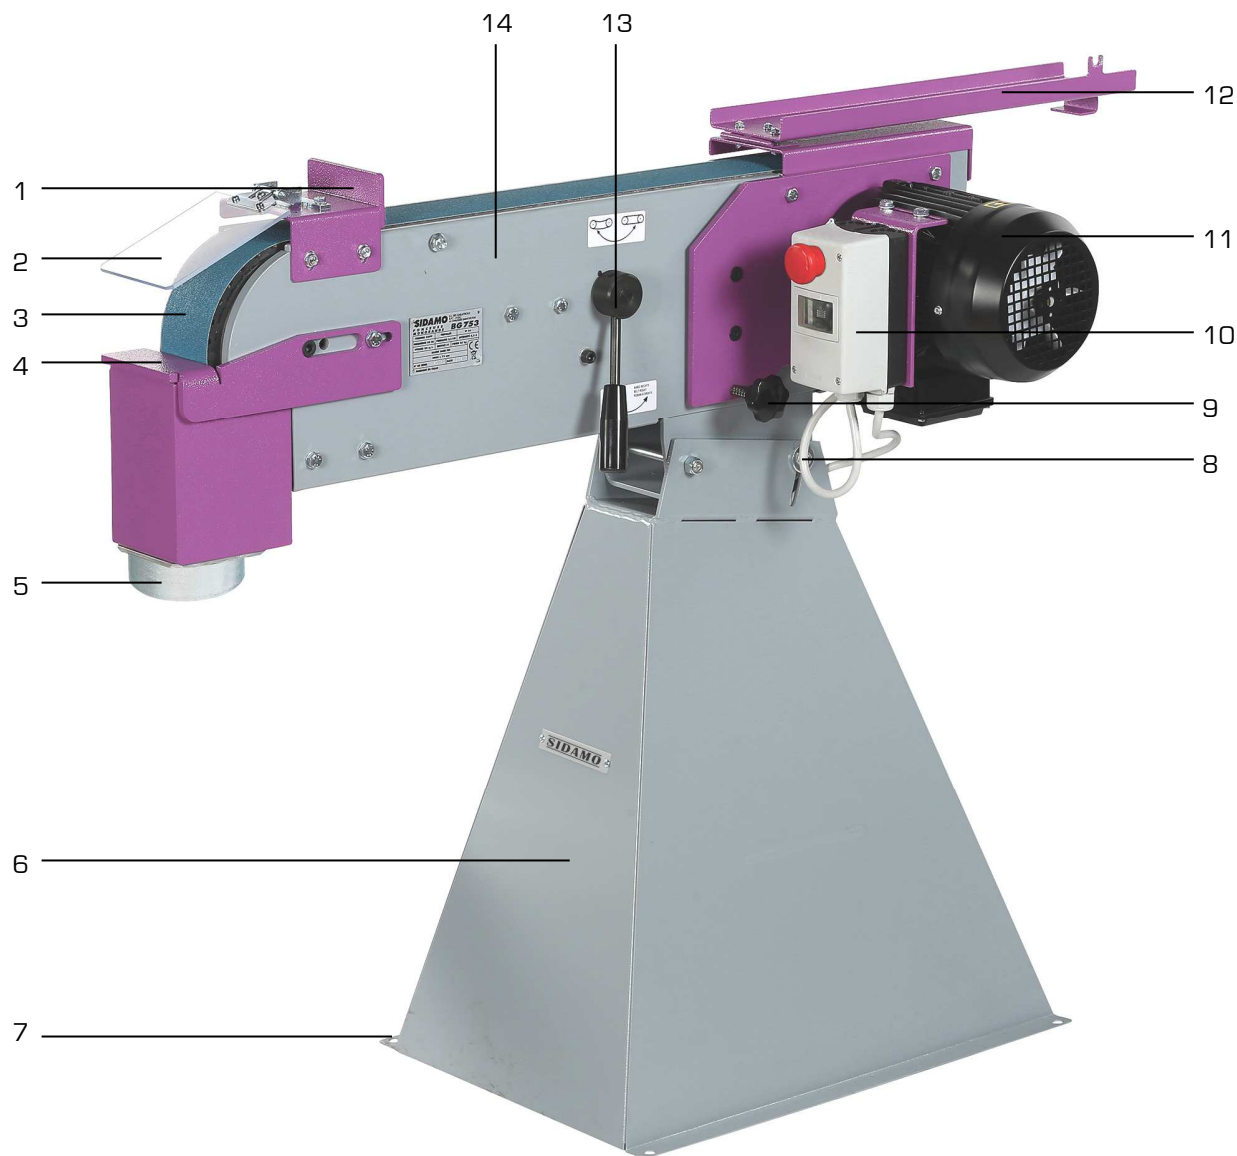

Figure 1
Afin d'obtenir un maximum de stabilité et de réduire les vibrations engendrées par le fonctionnement de la machine, fixer la ponceuse à bande sur un sol dur et de niveau au moyen des trous de fixation (7 fig.1) prévus à cet effet (4 boulons M10).
- La buse d'aspiration (5 fig.1).
- L'écran de protection (2 fig.1).